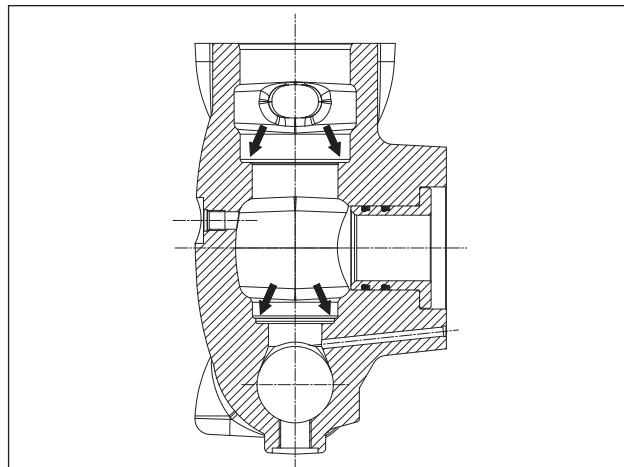

Fig. 109
Antes de volver a colocar los grupos de válvula, limpiar y secar perfectamente los correspondientes alojamientos en la cabeza tal y como indican las flechas (pos. ①, Fig. 109).